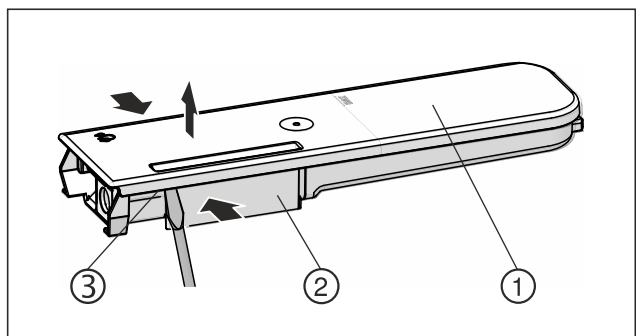

Fig. 135
- Druk het waterreservoir Fig. 135 (2) samen en til het deksel Fig. 135 (1) voorzichtig over de vergrendelingsnokken Fig. 135 (3) en trek het omhoog.
- Beweeg het deksel Fig. 135 (1) licht heen en weer en neem het naar boven toe af.